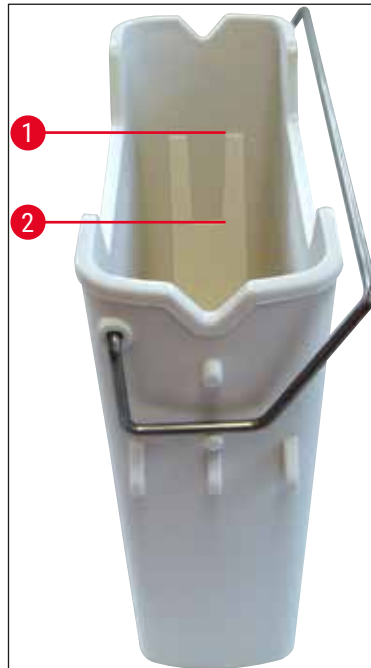

Abb. 17
- » Kontrollieren, dass der Reagenzienküvettenbügel korrekt an der Reagenzienküvette angebracht ist. Ist dies nicht der Fall, den Bügel entsprechend (→ Abb. 17) befestigen.